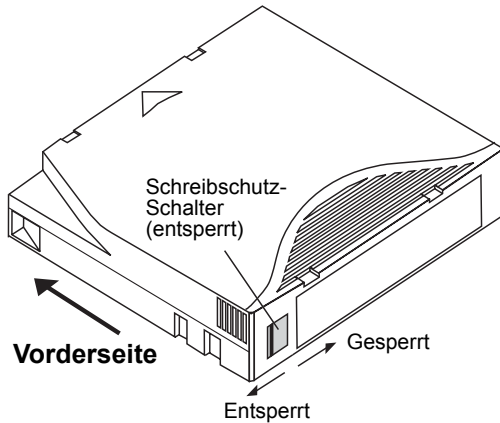

Abbildung 9. Ultrium-Kassette mit dargestelltem Schreibe-Schutz-Schalter
Ultrium-Kassetten besitzen einen schiebbaren Schreibschutzschalter auf der hinteren rechten Ecke der Kassette, wie in Abbildung 9 dargestellt.
- Wenn Sie den Schalter ganz zur Ecke der Kassette schieben, (wie in Abbildung 9 dargestellt), können Daten von der Kassette gelesen werden und sie kann beschrieben werden.